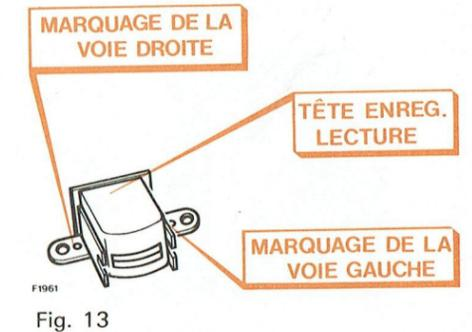

Fig. 13
- Régler SVR 701 (voie gauche) et SVR 801 (voie droite) pour obtenir respectivement dans R 705 et R 805 les courants de pré-magnétisation indiqués dans le tableau de correspondance de la figure 13.